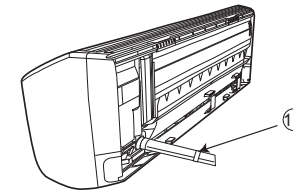

图7
(1) 当要把铜管从后面引出时，将铜管、排水管和连接电缆一起用附件⑪胶带绷紧。(图7)